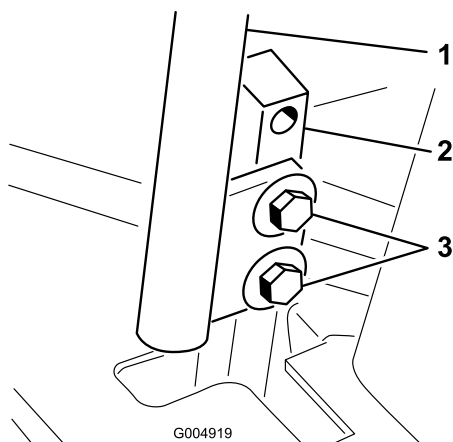

Figura 74
3. Afloje los pernos que sujetan las palancas de control (Figura 74).